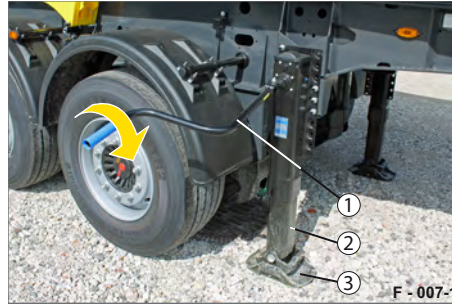

Abb. 29 Stützbeine herunterlassen
- ▶ Kurbeln Sie die Stützbeine (Abb. 29/2) mit der Handkurbel (Abb. 29/1) soweit herunter, bis die Ausgleichsfüße (Abb. 29/3) auf dem Untergrund stehen.